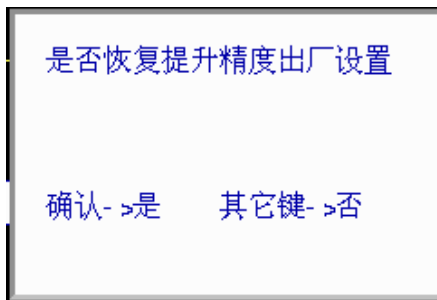

图 8.5 复位提升精度
- 2) 对于带自动提升系统的 U520 型超声仪，系统还将对提升精度进行复位，并要求用户确认，如图 8.5 所示。按【←】键进行复位，其他键不复位。